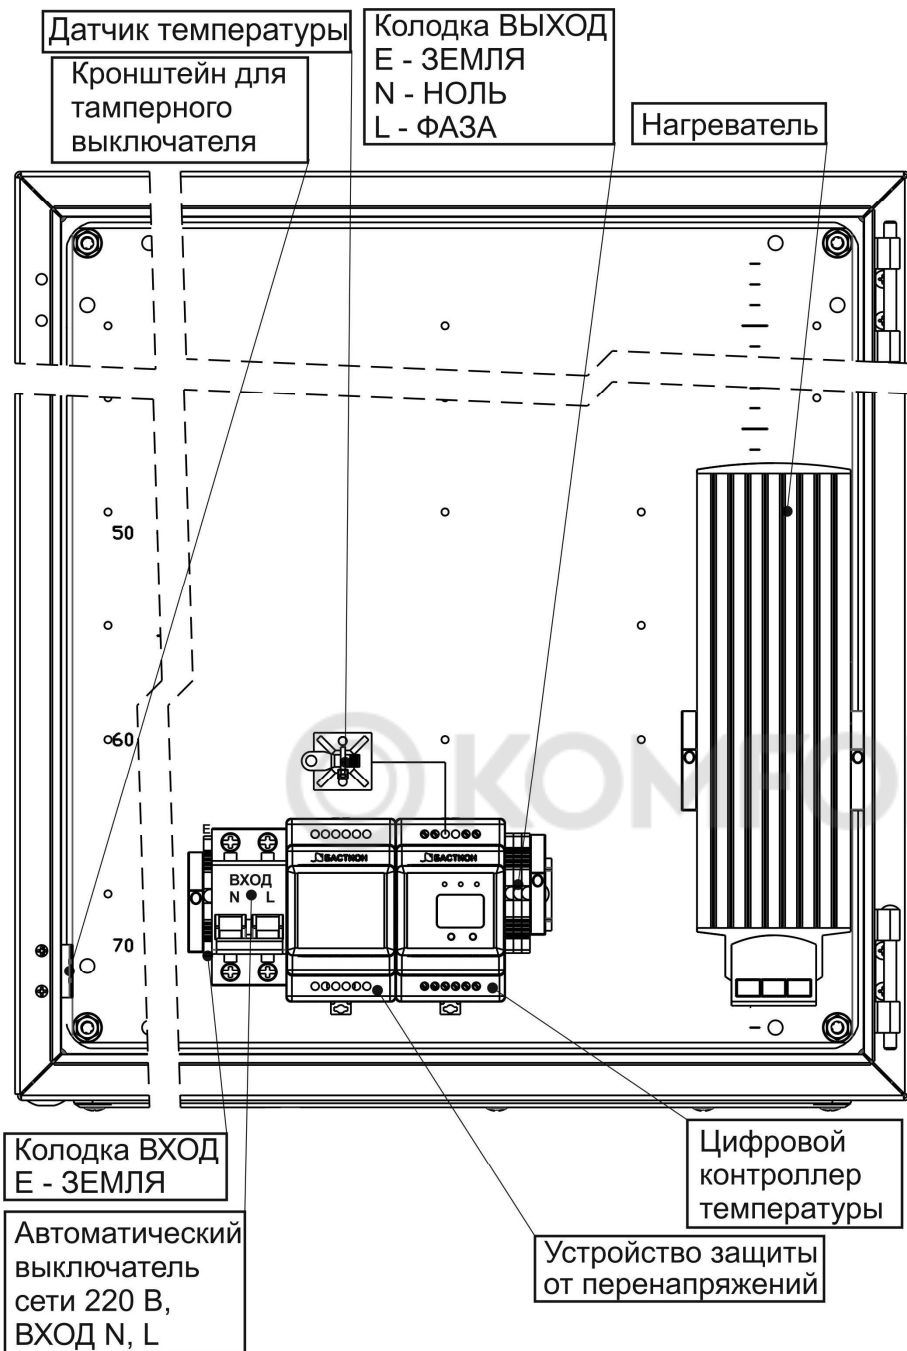

Рисунок 2 – Вид изделия с открытой дверцей
При открытой дверце осуществляется доступ к следующим узлам, расположенным на DIN-рейке: цифровому контроллеру температуры, автоматическому выключателю, клеммной колодке ВХОД и ВЫХОД~ 220В (см. рисунок 2).
Выполните подключение внешних цепей к изделию в соответствии с назначением клемм подключения (см. рисунок 2) в следующей последовательности:
- Провод заземления подключите к клемме E (ЗЕМЛЯ) на колодке «ВХОД» (см. рисунок 2).
- Подключите, соблюдая фазировку, к клеммам автоматического выключателя сетевые провода N (НОЛЬ) и L(ФАЗА) (см. рисунок 2).
- В случае необходимости установите тамперный переключатель (входит в комплект поставки) на специальный кронштейн (см. рисунок 2), используя входящий в комплект крепеж.